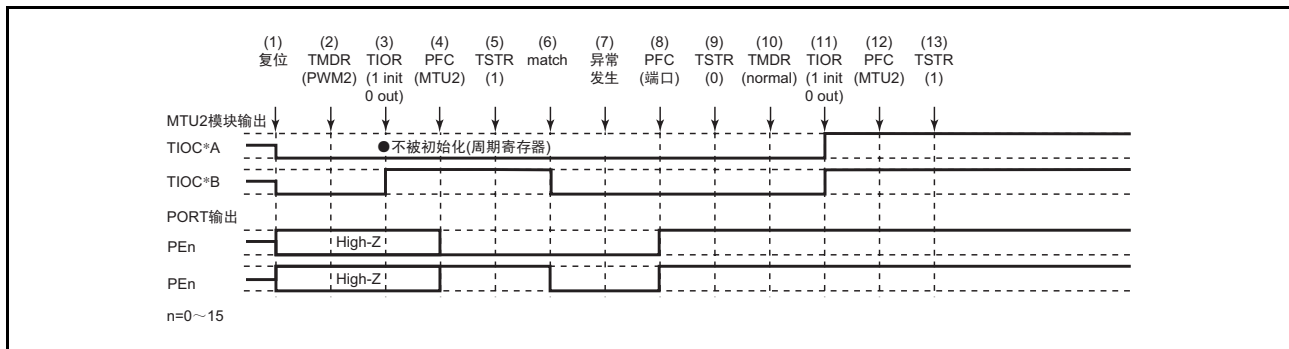

图 12.127 在 PWM 模式 2 中发生异常并且在正常模式中恢复的情况
在 PWM 模式 2 中发生异常并且重新设定后在正常模式中重新开始时的说明如图 12.127 所示。
(1) ~ (9) 和图 12.127 共用。
(10) 设定 PWM 模式 1。
(11) 必须通过 TIOR 对引脚进行初始化（在 PWM 模式 1 中不对 TIOC*B 进行初始化）。
(12) 必须通过通用输入/输出端口设定为此模块的输出。
(13) 通过 TSTR 重新开始。
(15) 在 PWM 模式 2 的运行过程中发生异常并且在 PWM 模式 2 中重新开始时的运行
(10) 在 PWM 模式 2 中重新开始的情况下不需要此步骤。
(11) 必须通过 TIOR 对引脚进行初始化（在 PWM 模式 2 中不对周期寄存器的引脚进行初始化）。
(16) 在 PWM 模式 2 的运行过程中发生异常并且在相位计数模式中重新开始时的运行
- (1) ~ (9) 和图 12.127 共用。
- (10) 设定相位计数模式。
- (11) 必须通过 TIOR 对引脚进行初始化。
- (12) 必须通过通用输入/输出端口设定为此模块的输出。
- (13) 通过 TSTR 重新开始。
(17) 在相位计数模式的运行过程中发生异常并且在正常模式中重新开始时的运行